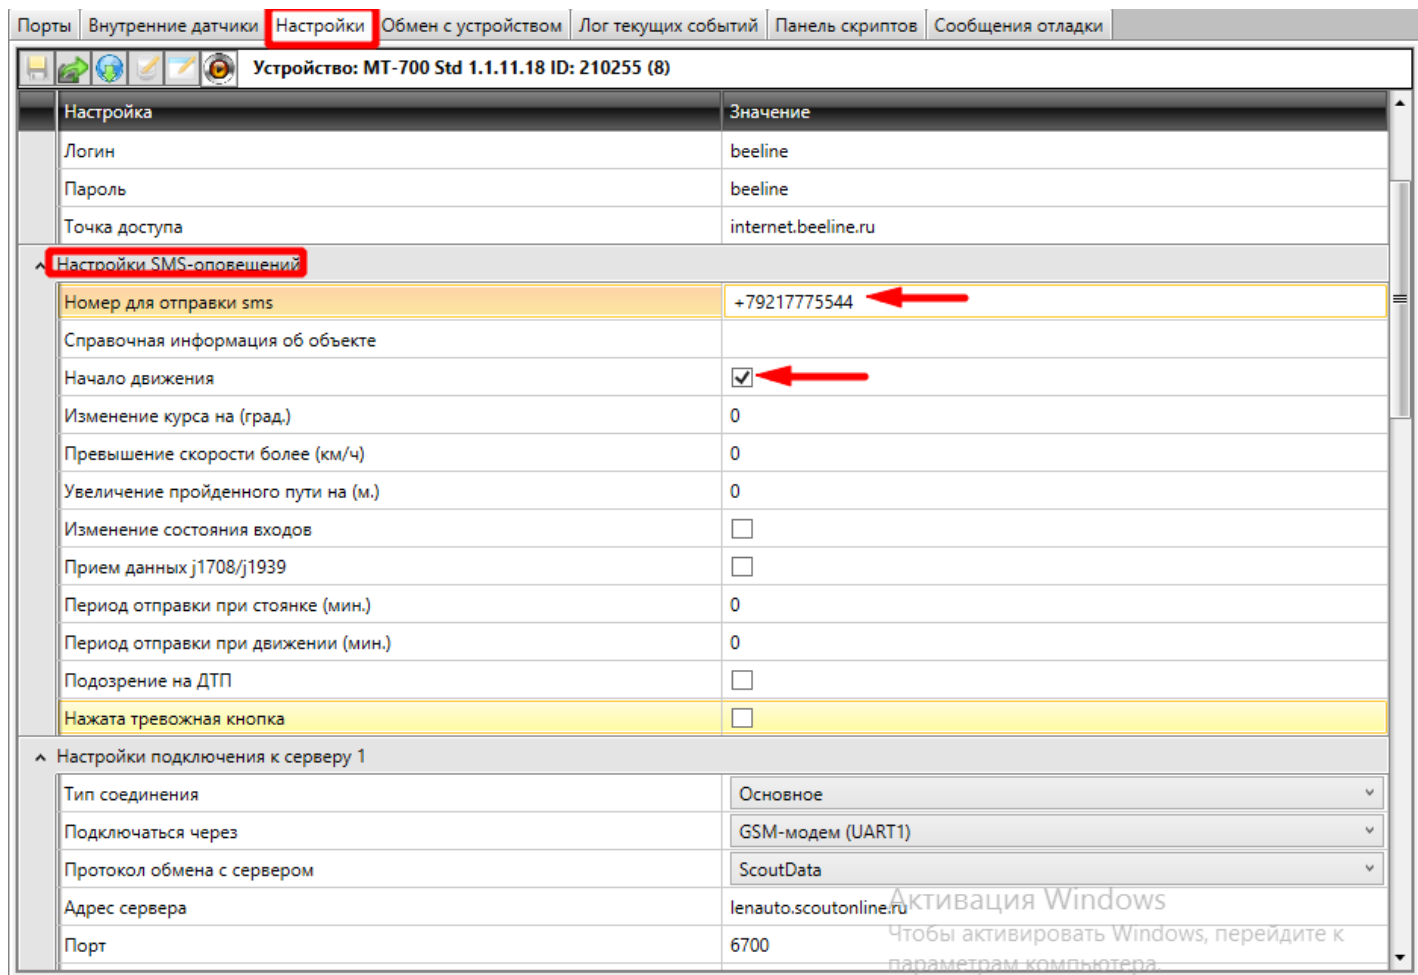

Рисунок 2 – Настройка СМС-оповещения
- затем, для настройки смс оповещения о начале движения ТС, необходимо перейти на вкладку «Настройки» и в разделе «Настройки SMS-оповещений» ввести номер телефона, на который необходимо отправлять сообщения, и активировать опцию «Начало движения» (**Рисунок 2**).